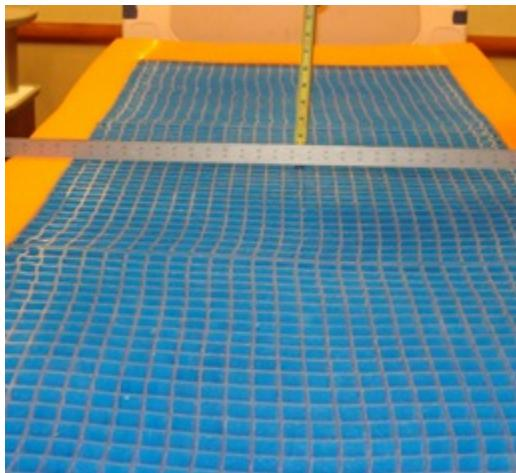

Figura 5-3: Posicionar a extremidade direita
5. Coloque uma régua de cortador (com pelo menos 88,9 cm de comprimento) transversalmente no gel, da esquerda para a direita na região sagrada (secção do assento do doente) da superfície de apoio (Figura 5-3 na página 5-17).